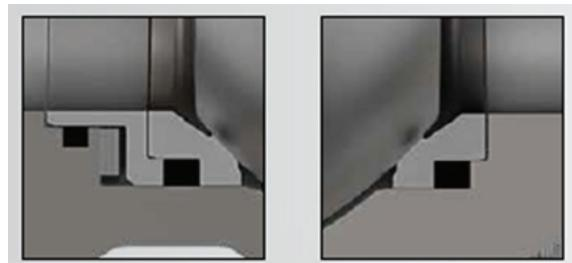

图 9
14.将 S 形环 (#42) 插入阀体部分 (#1), 置于波形弹簧 (#41) 之上。保持 S 形环的方向, 如图 9 所示。